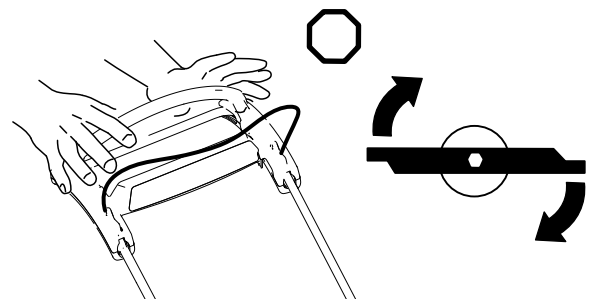

Figure 22
Relâchez la barre de commande des lames (Figure 22).
- Si l'obturateur d'éjection arrière n'est pas installé, saisissez-le par la poignée, relevez le déflecteur arrière et insérez-le dans la goulotte d'éjection arrière jusqu'à ce que le dispositif de verrouillage s'enclenche; voir Figure 22.